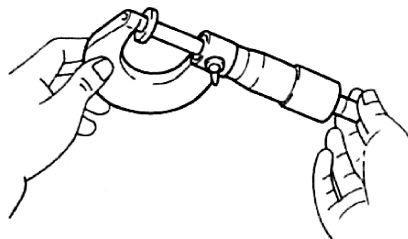

图 1-37 测量调节垫片厚度
④ 根据厂家提供的公式和表格, 确定更换调节垫片的尺寸, 见图 1-37。